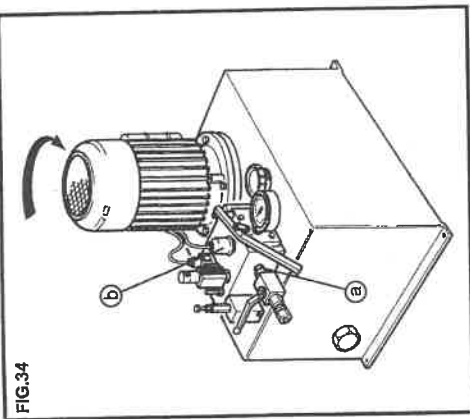

FIG.34
- Staccare il rubinetto dalla centralina svitando il raccordo - Fig. 34/a.